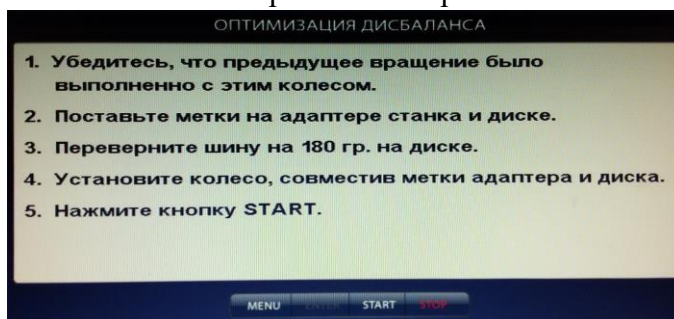
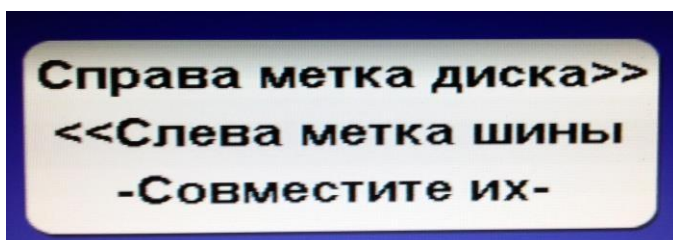

Рис. 16.2.
Рис. 16.3.
(рис.16.2). Далее выполните операции согласно указаниям в этом окне.
15.3. После выполнения п.5 в окне (рис.16.2) на экране монитора появится окно (рис.16.3), а на индикаторах 1 отобразится величина статического дисбаланса колеса, а на индикаторах 4 - величина дисбаланса колеса, которую
можно получить после завершения программы «Opt». Поставьте метки на шине и диске согласно указаниям в окне (рис.16.3).